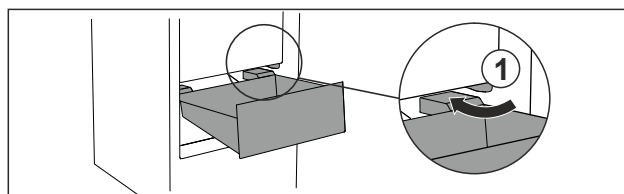

Fig. 92
- ▶ Guider le tiroir en biais en contournant les butées Fig. 92 (1).